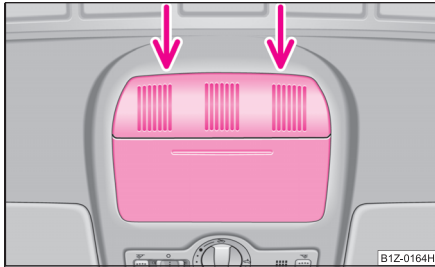

Fig. 31 Plafonul: Punct de amplasare a șurubelniței
- Așezați o șurubelniță cu capătul plat în partea din spate a capacului ⇒ fig. 31.